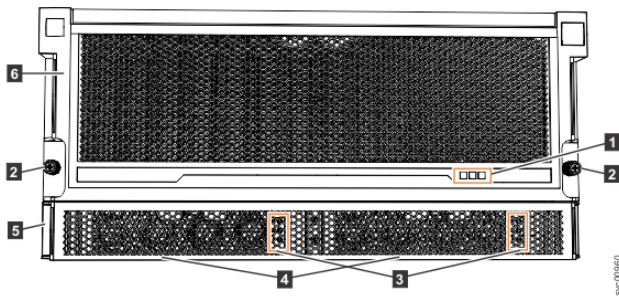

Рисунок 138. Компоненты корпуса расширения 5U - вид спереди
Важное замечание: Перед подключением кабелей питания к задней части корпуса всегда проверяйте, что корпус зафиксирован в стойке. При необходимости затяните винты с накатанными головками на передней части корпуса (2 на Рисунок 138 на стр. 124), чтобы блок корпуса не открывался.
Если система Корпус расширения 5U оснащен двумя блоками питания (PSU), доступ к которым можно получить спереди корпуса (4 на Рисунок 138 на стр. 124). Как видно на рисунке, блоки питания закрыты панелью 1U (5).